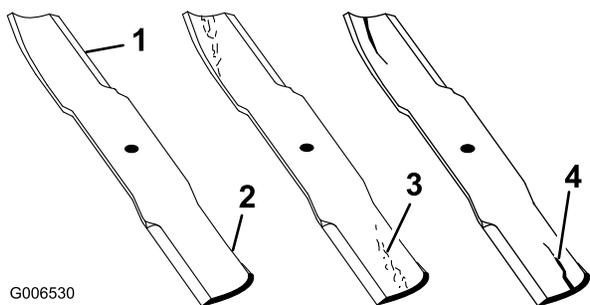

Figure 84
1. Examinez le tranchant des lames (Figure 84).
4. Remplacez immédiatement toute lame fendue, usée ou qui présente une entaille (Figure 84).